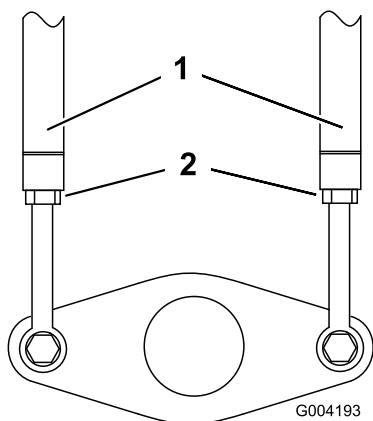

Figura 53
3. Allentare i controdadi situati sulle aste di trazione, al di sotto della plancia (Figura 53).